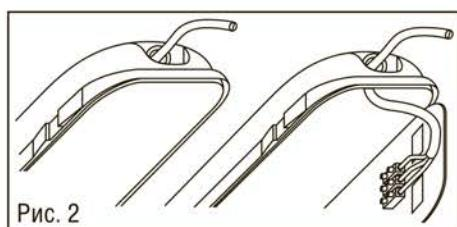
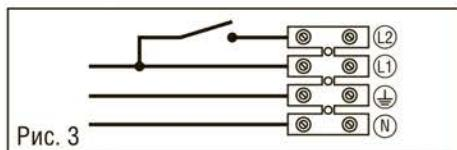

Рис. 2
Рис. 3
- Ввести сетевые провода в корпус через уплотнительную муфту (Рис. 2) и подключить к клеммной колодке на панели в соответствии с указанной маркировкой клеммы L, N, как показано на Рис. 3. Желто-зеленый кабель присоединить к клемме, обозначенной знаком «заземление» (⏚). Клемма L2 предназначена для реализации вкл/выкл внешнего выключателя светильника. Степень защиты IP65 обеспечивается только при использовании кабеля внешним диаметром от 6 до 10 мм.